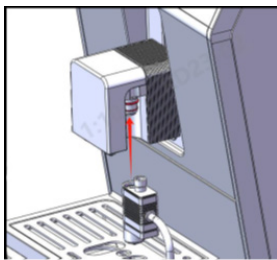

Abb. 8
- ➔ Setzen Sie die zusammengebauten Einzelteile wieder ein (Abb. 8) und drücken Sie sie fest zusammen, bis Sie ein charakteristisches «Klicken» hören.